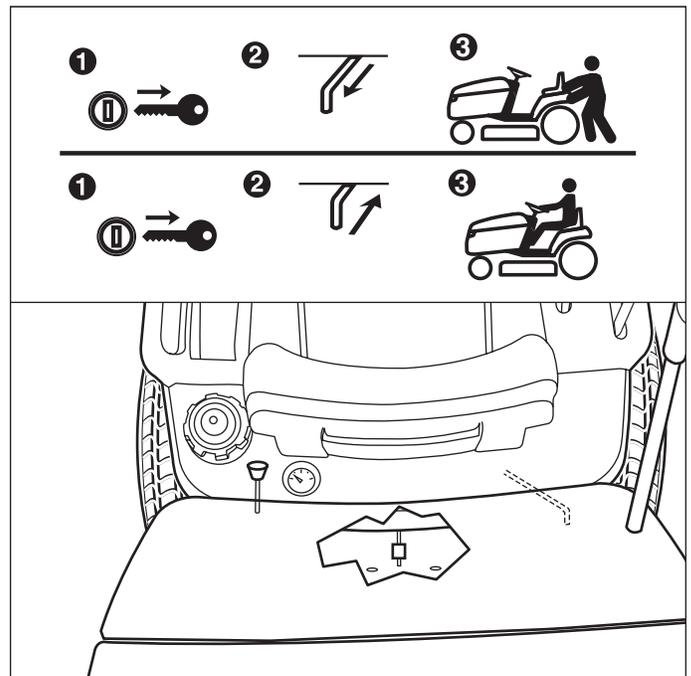

Figure 2. Levier de débrayage de la transmission et réservoir d'essence
2. Tirer le levier de débrayage de la transmission en arrière d'environ 6,4 cm pour le verrouiller en position débrayée (Figure 2).
Serrage du frein de stationnement - Voir la Figure 2. Pour verrouiller le frein de stationnement, relâcher les pédales de vitesse de déplacement (A), appuyer à fond sur la pédale de frein (B), TIRER le bouton de frein de stationnement (C) et relâcher la pédale de frein.
Desserrage du frein de stationnement - Voir la Figure 2. Pour desserrer le frein de stationnement, appuyer à fond sur la pédale de frein (B) et ENFONCER le bouton de frein de stationnement (C).